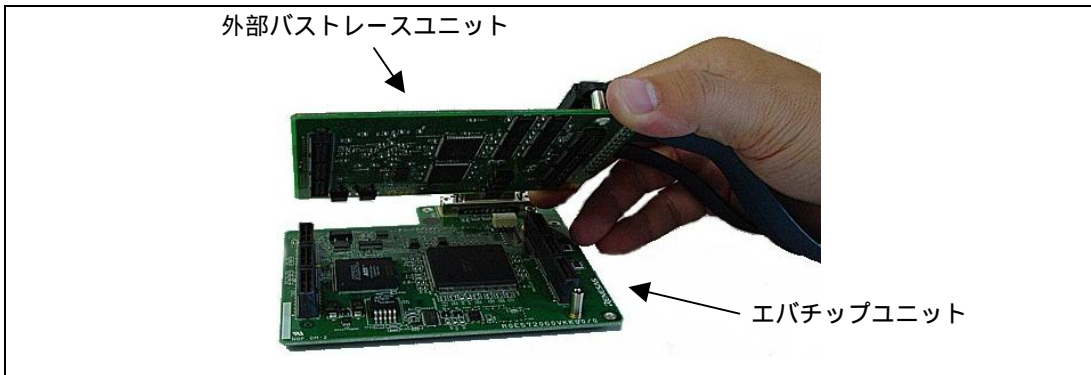

図 2.3 外部バストレースユニットとエバチップユニットの接続方法
- 外部バストレースユニットとエバチップユニットを組み合わせるご使用になる場合には、図2.3のように外部バストレースユニットとエバチップユニットを接続してください。